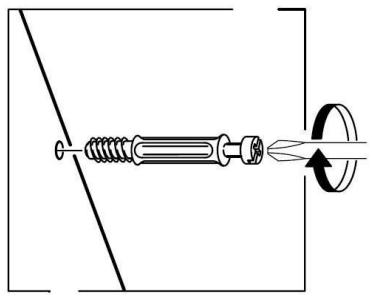
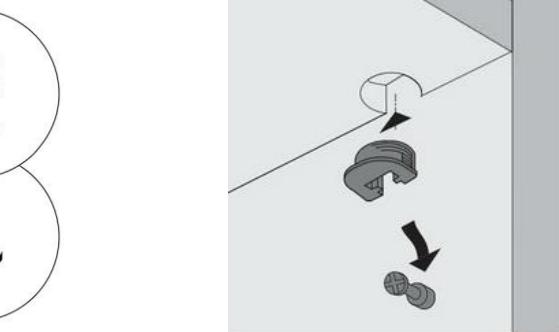

Рис. 1
Рис. 2
1. В боковые стенки (2), (3), перегородку (4), планку заднюю (21) в имеющиеся отверстия установить эксцентрики таким образом, чтобы стрелка была повернута в сторону отверстия в торце.
В установленные муфты эксцентриковых стяжек на боковых стенках (2), (3), крышке (1), ввернуть дюбели DU 644, в соседние отверстия установить шканты (рис.1).
2. Установить монтажные планки петель на боковую стенку (2) с помощью комплектных винтов.
3. Установить дюбели полкодержателей в требуемый ряд отверстий на боковой стенке (2) и перегородке (4). На полку (6) установить врезные полкодержатели (рис.2).
5. На боковую стенку (3) и перегородку (4) установить направляющие ящиков шурупами 6,3x10,5мм. Первое отверстие на щите должно совпасть с третьим отверстием на направляющей.
6. В усовые гайки на нижнем щите (5) ввернуть опоры. На нижние торцы опор наклеить фетровые под пятники.